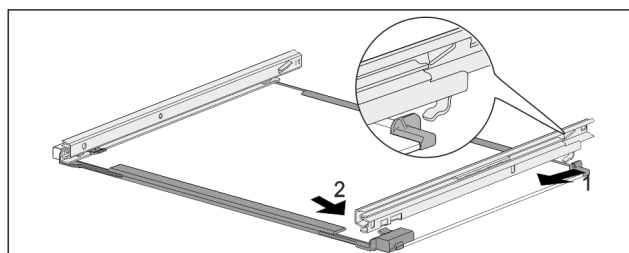

Fig. 78 Ripiano in vetro con guide
- ▶ Agganciare la guida sul lato posteriore. Fig. 78 (1)
- ▶ Innezzare la guida sul lato anteriore. Fig. 78 (2)